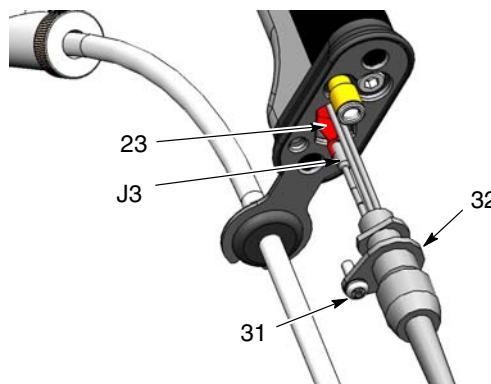

Figura 19 Deconectarea cablului de control de la mâner
3. A se vedea Figura 19. Scoateți șurubul (31) ce fixează cablul (32) de partea inferioară a mânerului pistolului.
4. Rotiți cablul pentru a-l îndepărta de pe baza mânerului. Îndepărtați cu grijă cablul până când puteți apuca priza întrerupătorului declanșatorului (23).